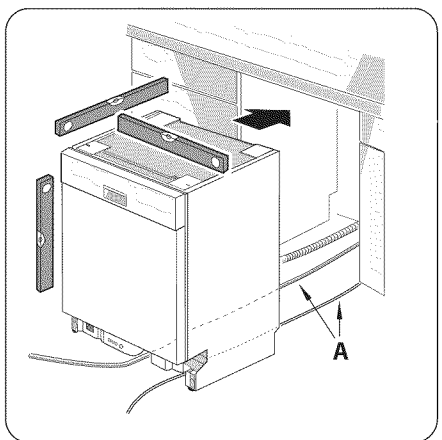
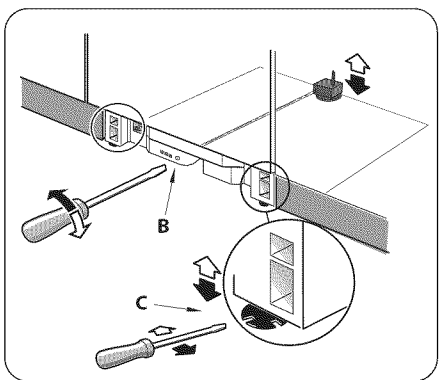
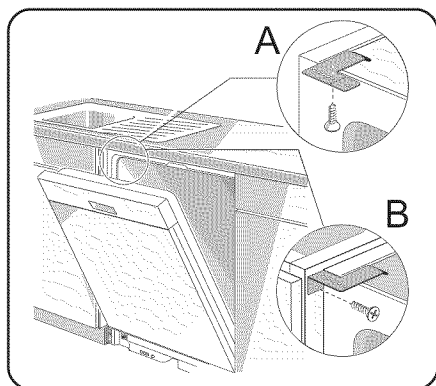

Figure 19/Ilus. 19
Figure 20/Ilus. 20
Figure 21/Ilus. 21
2) Position the dishwasher close enough to the enclosure so that you can run the dishwasher drain hose to the under sink drain connection. Make certain that the hot water supply line and the electrical supply cable are in their channels under the dishwasher base, as shown in Figure 19, letter A.
4) Perform a level check as shown in Figure 19. Adjust the rear leveler by turning the center screw at the front of the dishwasher, as shown in Figure 20, letter B. Turning the screw clockwise raises the rear of the dishwasher. Adjust the front levelers by turning them with a screwdriver, as shown in Figure 20, letter C. Turning the levelers to the right raises the dishwasher. If additional height is needed, shims may be added under the leveler feet.
Drive the mounting screws through the holes in the mounting brackets, as shown in Figure 20, letter A for Top Mount, or as shown in Figure 21, letter B for Side mount.
- 2) Positionner le lave-vaisselle assez près de l'ouverture pour acheminer le tuyau de vidange à la connexion du drain d'évier. S'assurer que la canalisation en eau chaude et le câble électrique sont dans leurs rainures sous la base de l'appareil comme à la figure 19, lettre A.
- 4) Vérifier le niveau comme à la figure 19. Régler le pied niveleur arrière en tournant la vis centrale devant le lave-vaisselle comme à la figure 20, lettre B. Tourner dans le sens horaire pour élever l'arrière de l'appareil. Régler les pieds niveleurs avant avec un tournevis comme à la figure 20, lettre C. Tourner vers la droite pour soulever. Si une hauteur additionnelle est nécessaire, il faudra peut-être des cales sous le pied niveleur.
Insérer les vis de fixation par les trous dans la fixation comme à la figure 20, lettre A pour la fixation supérieure ou à la figure 21, lettre B pour la fixation latérale.
- 2) Acomode la lavadora tan cerca del gabinete como para poder conectar la manguera de desagüe de la lavadora a la conexión de evacuación debajo del fregador. Asegúrese de que el tubo de agua caliente y el cable eléctrico estén puestos en sus canales respectivos bajo la base de la lavadora, tal como indican las flechas A en la Ilustración 19.
- 4) Revise el nivel como muestra la Ilustración 19. Ajuste el nivelador trasero por medio de darle vuelta al tornillo del centro en la cara frontal de la lavadora, tal como indica la flecha B en la Ilustración 20. La parte trasera de la lavadora se eleva a medida que se gire el tornillo en el sentido del reloj. Ajuste los niveladores de frente por medio de darles vuelta con un destornillador, tal como indica la flecha C en la Ilustración 20. La lavadora se eleva a medida que los niveladores giran hacia la derecha. Si la lavadora debe elevarse aún más, introduzca calces debajo de los pies de los niveladores.
Introduzca los tornillos de montaje a través de los hoyos en los soportes de montaje, tal como indica la letra A en la Ilustración 21, para realizar el montaje superior; o según lo que indica la letra B en la misma ilustración para realizar el montaje lateral.